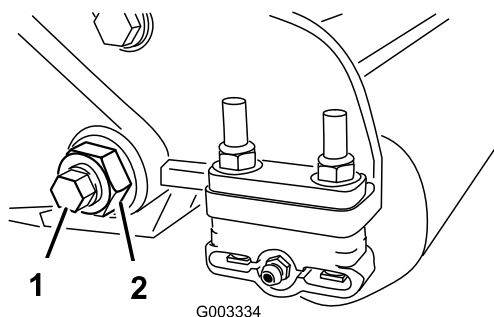
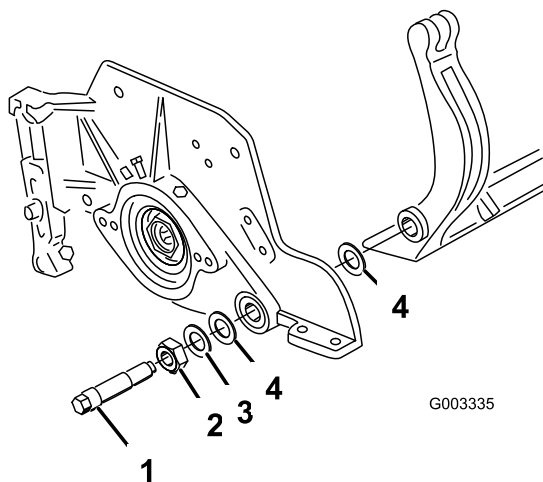

Figura 33
Figura 34
- Desaperte a porca de bloqueio que segura a cavilha da barra de apoio, em cada um dos lados da máquina (Figura 33).
(Figura 33). Guarde as duas anilhas de nylon e a anilha de aço prensado de cada uma das extremidades da barra de apoio (Figura 34).
- Fixe a barra de apoio a cada um dos lados da placa lateral com as cavilhas (porcas flangeadas nas cavilhas) e com as 6 arruelas. Deve colocar uma anilha de nylon em cada um dos lados da placa lateral. Coloque uma arruela de aço no exterior de cada uma das arruelas de nylon (Figura 34). Aperte os parafusos da barra de suporte a 37–45 Nm. Aperte as porcas de fixação até que a arruela exterior pare de rodar e a folga seja removida, mas não aperte demasiado ou danifica as placas laterais. As arruelas podem ter uma folga interna.